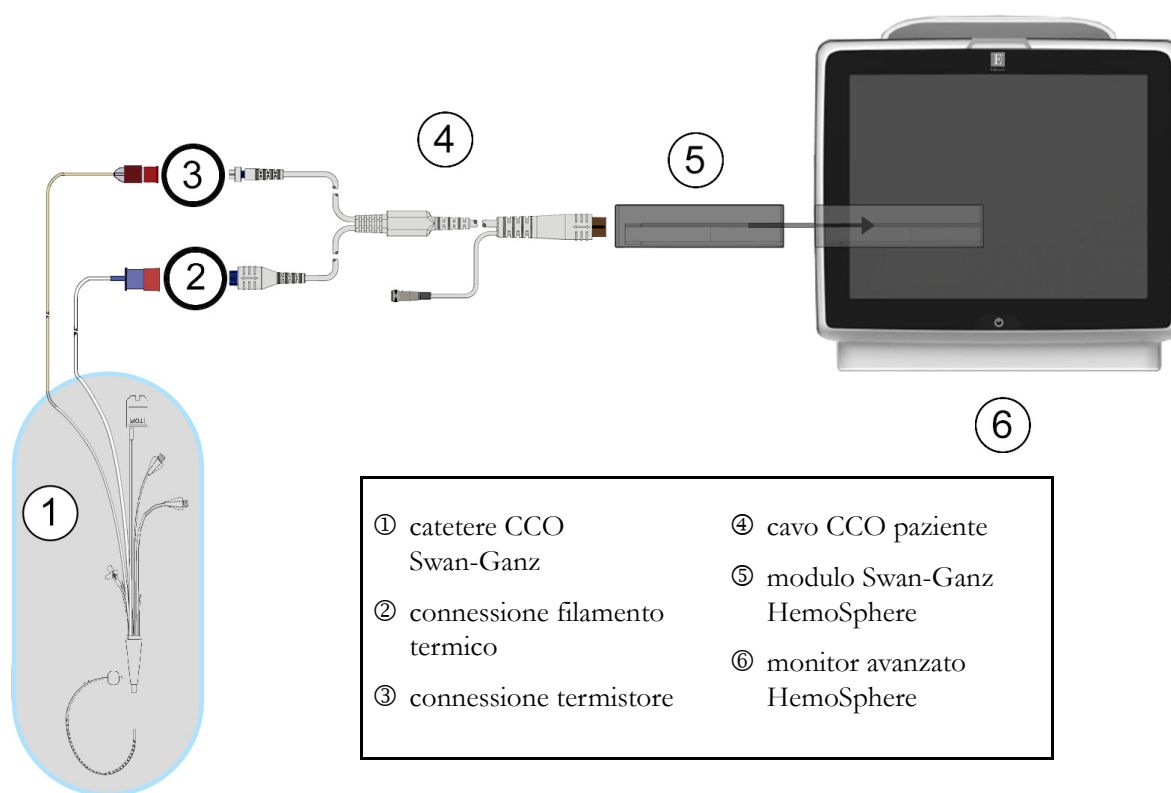

Figura 9-3 Panoramica della connessione CO
- 2 Collegare l'estremità con il catetere del cavo del paziente al termistore e ai connettori del filamento termico sul catetere CCO Swan-Ganz. Queste connessioni sono indicate con le lettere ② e ③ nella figura 9-3 a pagina 108.